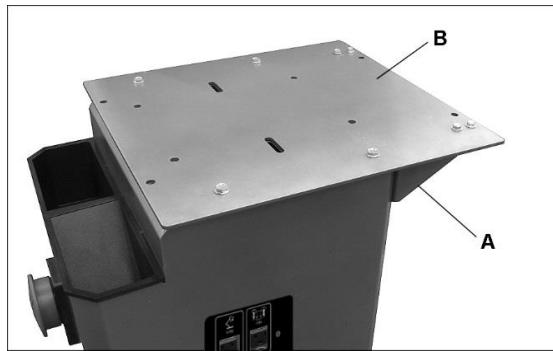

Рис. 4
1. Установите вертикально левую и правую опоры (A, рис. 4), закрепите винтами 1/4 дюйма.
2. Прикрепите переходную плиту (B) к опорам винтами 1/4 дюйма, к верхней части стендса винтами 5/16 дюйма.